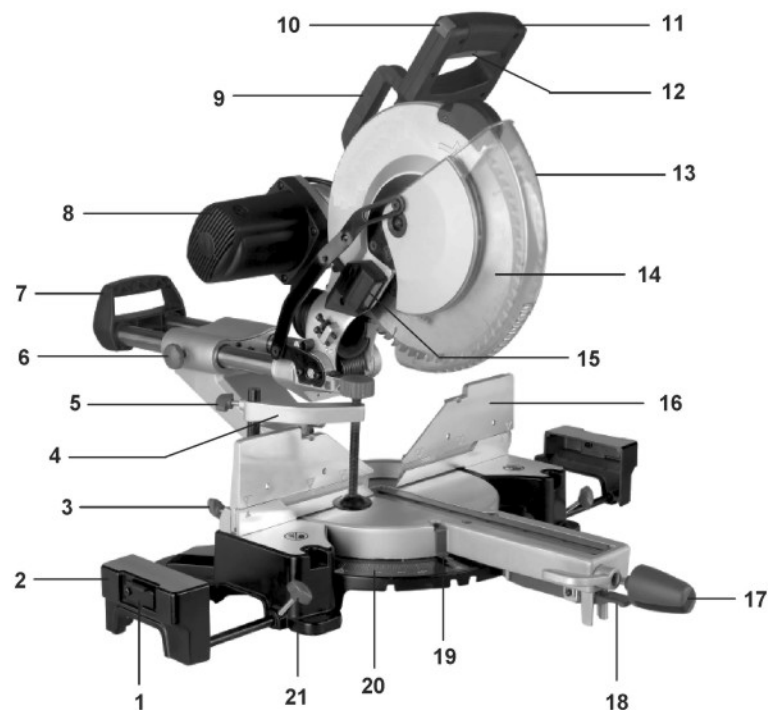
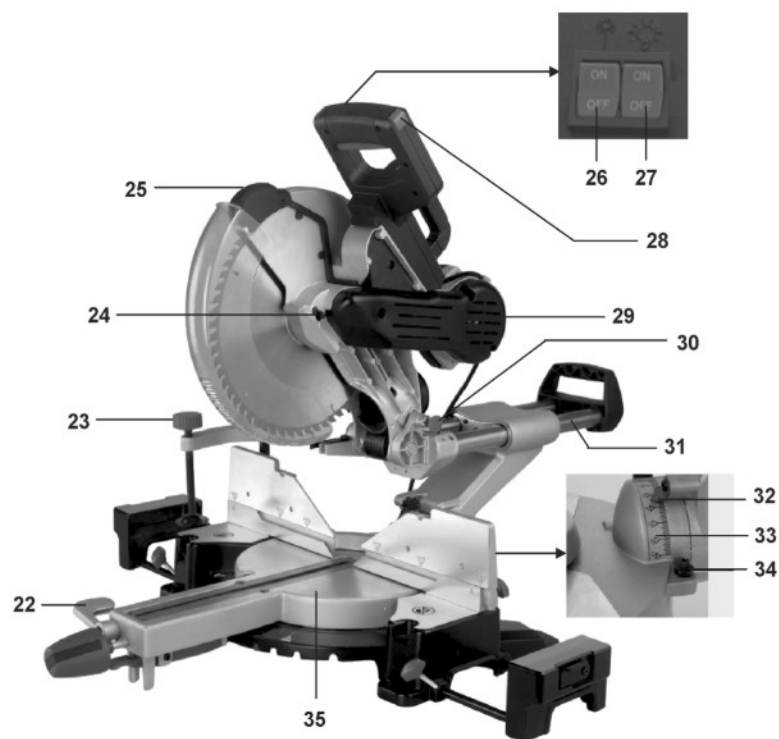

Рис. 1
Рис. 2
Установите заготовку, прижмите ее к упору (16) (Рис. 1) и закрепите струбциной (4) (Рис. 1). Ослабьте винт фиксации направляющей (6). Переведите пилу в крайнее переднее положение. Включите пилу клавишей пуска (12) и дождитесь максимальных оборотов вращения пильного диска. Прилагая усилие в плоскости вращения пильного диска, нажимайте на рукоятку (11), медленно и равномерно опускайте пильный диск на заготовку, и движением от себя выполните пиление.
Пила позволяет производить поперечное пиление под углом 90° и косое пиление до 45° влево и вправо. Для выполнения косого пиления необходимо установить на необходимый угол поворотный стол (35) за рукоятку (17), удерживая фиксатор (18) (Рис. 1). Положение зафиксируйте вращением рукоятки (17). Включите пилу клавишей пуска (12) и дождитесь, пока пильный диск наберет максимальные обороты. Нажимайте на рукоятку (11), опустите ее до нижнего положения. После окончания пиления выключите пилу и дождитесь ПОЛНОЙ ОСТАНОВКИ ПИЛЬНОГО ДИСКА перед тем, как вернуть пилу в верхнее положение.
С помощью пилы можно пилить с наклоном под углом от -45° до 45°. Отпустите ручку фиксации угла наклона (22) (Рис. 2) и установите заданный угол наклона по шкале. Для сохранения установленного угла наклона закрепите ручку фиксации угла наклона (22). Зажмите заготовку струбциной (4) (Рис. 1). Включите пилу клавишей пуска (12) и дождитесь, пока пильный диск наберет максимальные обороты. Нажимайте на рукоятку (11), опустите ее до нижнего положения. После окончания пиления выключите пилу и дождитесь ПОЛНОЙ ОСТАНОВКИ ПИЛЬНОГО ДИСКА перед тем, как вернуть пилу в верхнее положение.
Рычагом (22) разблокируйте поворот диска. Для регулировки положения 45° установите пильный диск 14 (Рис. 1) по угольнику (не комплектуется) относительно стола на угол 45°. Вращая винт (46) отрегулируйте положение 45°.
6.1. Сборка (Рис. 1)
6.2. Приведение пилы в верхнее положение (Рис. 1, 2)
6.3. Транспортировка (Рис. 1, 2)
6.5. Установка поворотного стола в положение 0° (Рис. 1, 2)
Пила оснащена пильным диском (4) (305x2,8x30мм) (Рис. 1).
Нажмите и удерживайте кнопку блокировки шпинделя (24) (Рис. 2), проворачивая пильный диск (14) зафиксируйте его.
Лазер (25) (Рис. 2) легко включать и выключать: для этого нажимайте на выключатель (26) (Рис. 2), расположенный на рукоятке пилы. Перед первым
Подсветку рабочей зоны (15) (Рис. 1) легко включать и выключать: для этого нажимайте на выключатель (27) (Рис. 2), расположенный на рукоятке пилы.